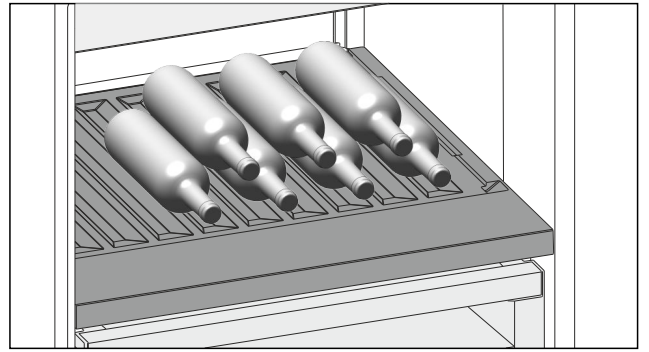

Fig. 195 例图
- ▶ 将瓶底向后对着后壁放入瓶子。(参见 Fig. 195)